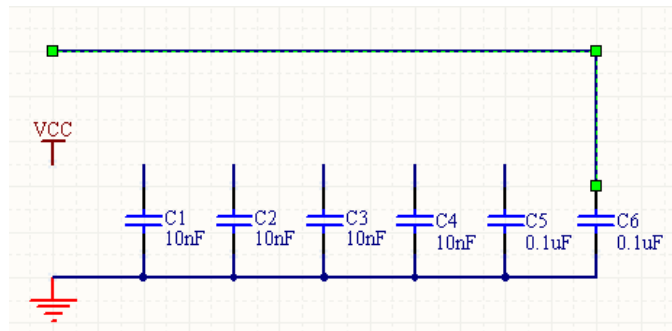

图 3.31 拖动水平导线后的原理图
- (2) 移动鼠标到已选中的导线的水平段, 当鼠标指针变为 $\leftrightarrow$ 形后, 按住鼠标左键, 并向上拖动鼠标, 将导线的水平段向上拖动到如图 3.31 所示的位置, 释放鼠标左键。